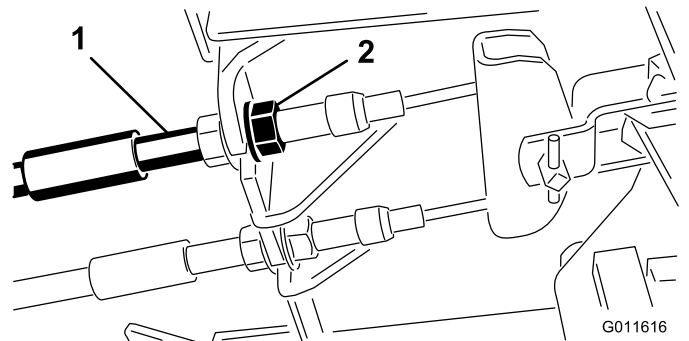

Figura 68
1. Para reducir la holgura de los pedales de freno, apriete los frenos aflojando la tuerca delantera del extremo roscado del cable de freno (Figura 68).